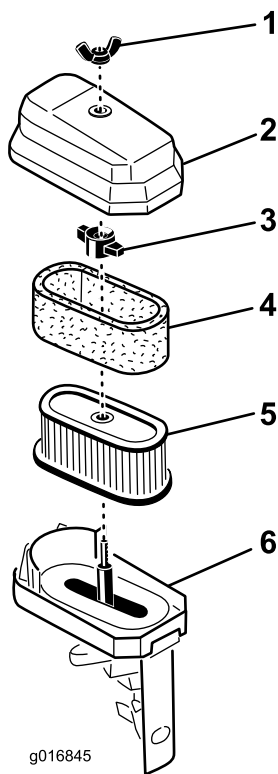

Рисунок 33
2. Снимите барашковую гайку, которая крепит крышку воздухоочистителя, и снимите крышку. Тщательно очистите крышку (Рисунок 32 и Рисунок 33).
3. Если элемент из пеноматериала загрязнен, извлеките его из бумажного элемента (Рисунок 33). Тщательно очистите элемент.